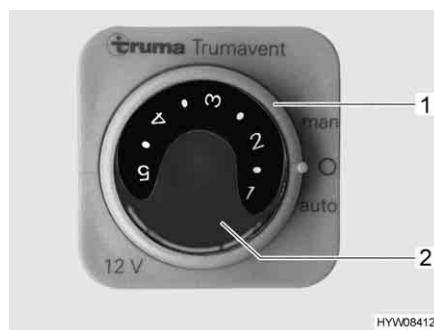

Fig. 123 Centralina di controllo per ventola di ricircolo dell'aria
- Impostare l'interruttore girevole (Fig. 123,1) sulla centralina di controllo della ventola di ricircolo su "man".
- Posizionare la manopola (Fig. 123,2) sulla potenza desiderata (3-5).
- Spegnimento:** ■ Impostare l'interruttore girevole (Fig. 123,1) sulla centralina di controllo della ventola di ricircolo su "0".